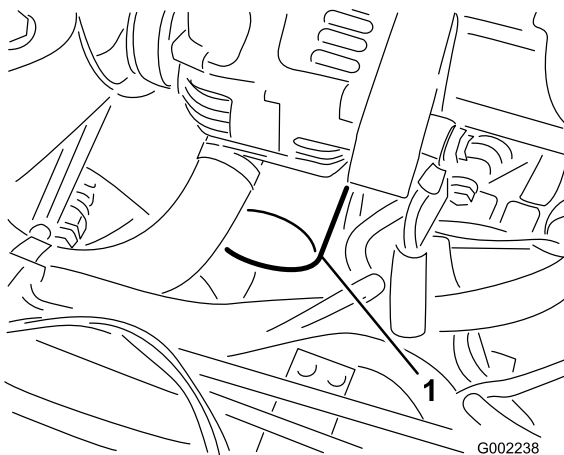

図 42
7. 古いオイルフィルタ(図 42)を外す。
10. アダプタに新しいフィルタを取り付ける。ガスケットがアダプタに当たるまで手でねじ込み、そこから更に 1/2 回転増し締めする(図 42)。